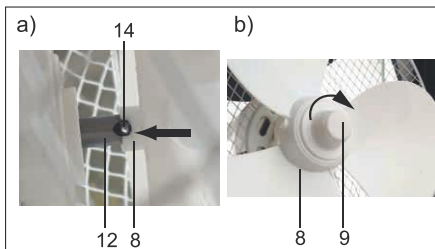

Fig.39: Montaggio rotore
6. Applicare quindi il rotore (8) sull'asse motore (12).
*L'asse trasversale piccolo (14) all'estremità dell'asse motore deve trovarsi nell'incavo dell'attacco del rotore. Vedere Fig. 39 a).*
7. Inserire il dado (9) sul rotore (8).
8. Serrare in senso orario, Fig. 39 b)